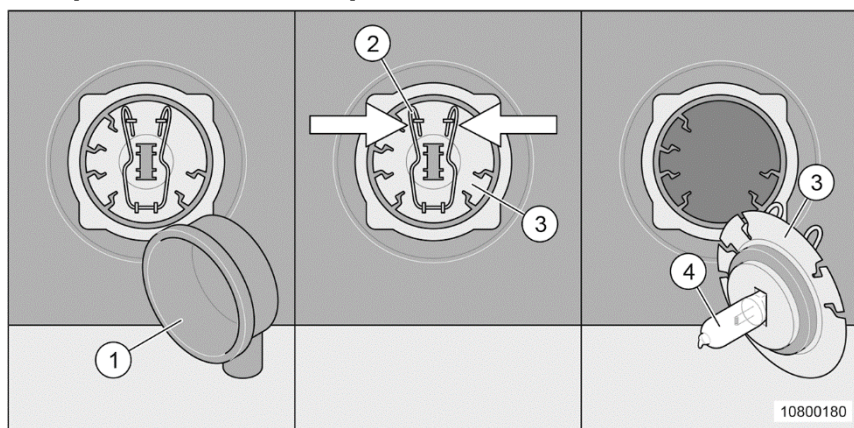

Fig. 198 Remplacement de l'ampoule du feu antibrouillard/feu de virage
Si, en remplaçant l'ampoule au niveau de l'éclairage avant (Fig. 198), on travaille avec un outil non approprié ou si le câble est trop sollicité, il y a risque de détérioration.
1. Enlever l'écran (Fig. 198/1).
2. Comprimer les pinces (Fig. 198/2).
3. Retirer l'ampoule (Fig. 198/3) du culot et la remplacer.
- En remplaçant l'ampoule, ne pas toucher le verre (Fig. 198/4) avec les mains.